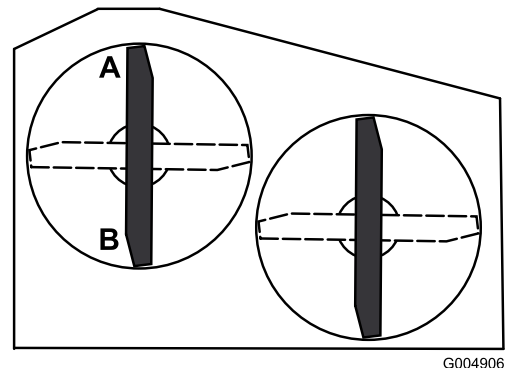

Bild 56
- Stellen Sie ein Messer in Längsrichtung. Messen Sie an den Stellen **A** und **B** von einer ebenen Oberfläche bis zur Schnittkante der Messerspitzen (Bild 56).